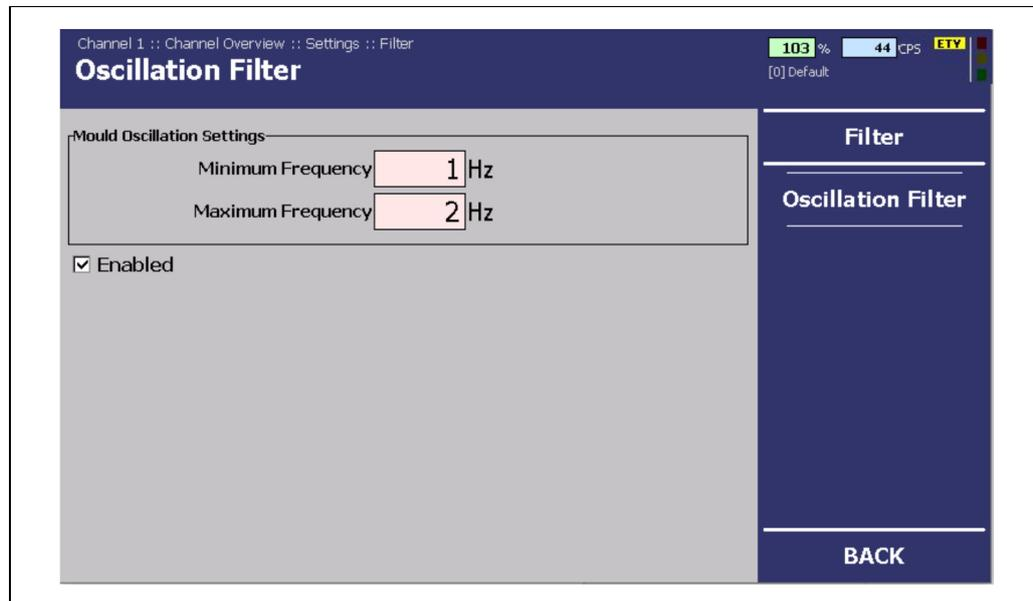

Abb. 63 Menü „Kanalübersicht“, Einstellungen – Oszillationsfilter
Im Untermenü „Auswahl/Anzeige“ können Sie die vorgenommenen Einstellungen zur Kalibrierung, den Füllstandsalarman und den Filtern einsehen. Zusätzlich können Sie im Auswahlmenü (Abb. 63, Pos. 3) hinterlegte Kalibrierkurven auswählen.
1. Klicken Sie auf das Auswahlmenü (Abb. 63, Pos. 3).
3. Bestätigen Sie Ihre Eingabe durch Klicken auf <Einstellungen verwenden> (Abb. 63, Pos. 1).